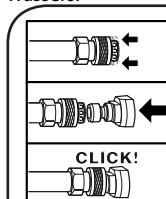
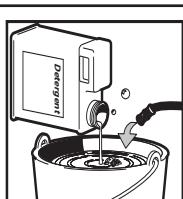
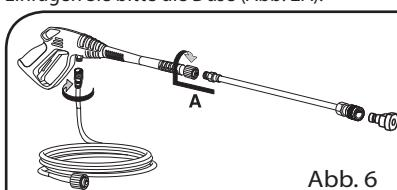

Abb. 2A
Abb. 2B
Abb. 6
Die Düse CHEMICAL so in die Lanze (Abb. 2A). Das Saugrohr mit Filter in den Reinigungsmitteltank halten (Abb. 2B). Die Maschine einschalten, die Vermischung des Reinigers erfolgt automatisch beim Durchlauf des Wassers.
2. Den Hochdruckschlauch an die Sprühpistole anschließen. Das Zubehörteil gegen den Widerstand der Feder in das Verlängerungsstück der Pistole einsetzen und bis zur Sperrposition drehen (Abb. 6). Einfügen Sie bitte die Düse (Abb. 2A).